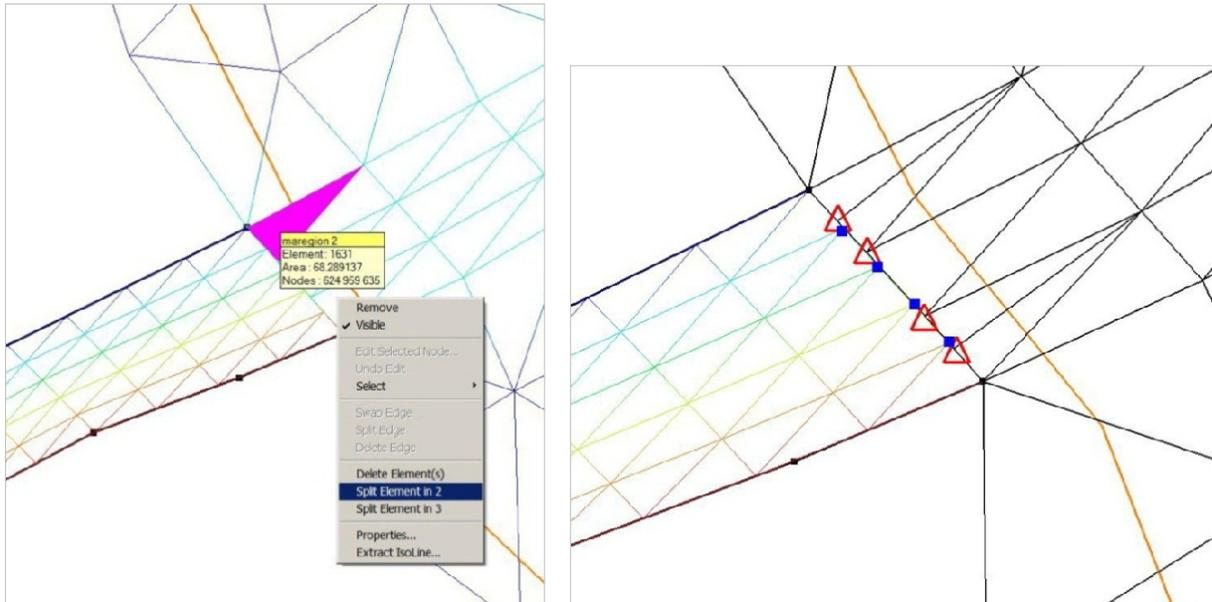

FIGURE 2.14 – Sélection d'un élément pour le diviser en deux
- Cliquez dans la barre d'outils d'édition sur le bouton **SPLIT EDGE ELEMENT IN 2**. La face de l'élément située sur la frontière (Edge) va être divisée en deux. Notez qu'on peut aussi utiliser le raccourci, après avoir sélectionné l'élément : Cliquez droit et choisissez **SPLIT ELEMENT IN 2**. C'est cette méthode qui est indiquée sur la figure 2.14 gauche.
- Répétez cette division sur l'élément de l'autre côté du canal (figure 2.14 droite)